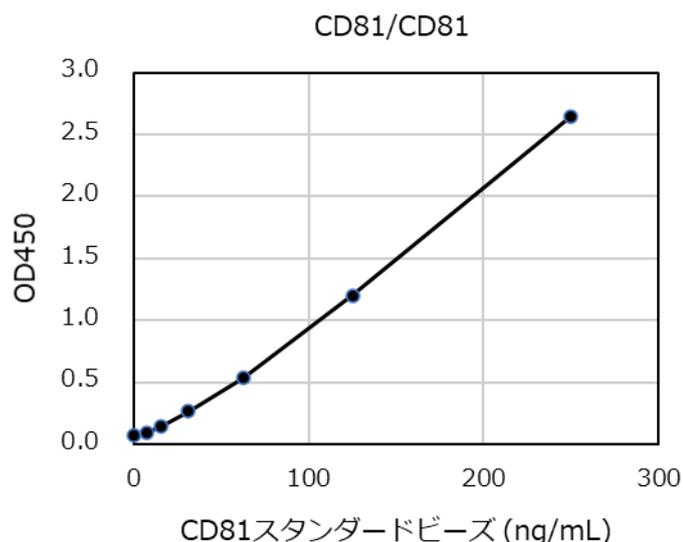

図1 CD81 スタンダードによる標準曲線
14. 横軸に CD81 スタンダード濃度、縦軸に吸光度を取り、標準曲線を描きます（図 1）。